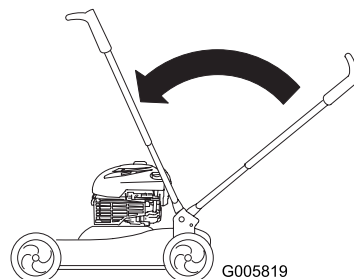

Figure 23
3. Relevez le guidon à la position verticale (Figure 23).